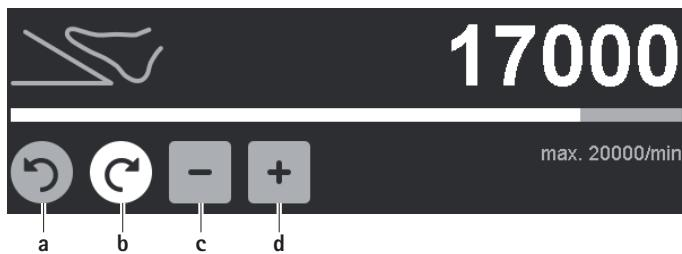

Fig. 6 Modifica del limite superiore dell'intervallo di numeri di giri/senso di rotazione
- Modificare il senso della rotazione (eccetto per il trapano GA844): Premere il pulsante grigio non attivo della rotazione oraria/antioraria a/b, vedere Fig. 6.